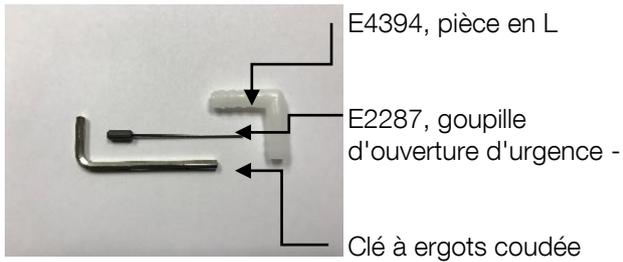

Fig. 7.2.1
- 1 Coude (plastique), pour le tuyau d'évacuation (pour évacuation libre), E4394, fig. 7.2.1
- 1 goupille de déverrouillage, E2287, fig. 7.2.1
- 1 clé mâle coudée, 6 pans, fig. 7.2.1